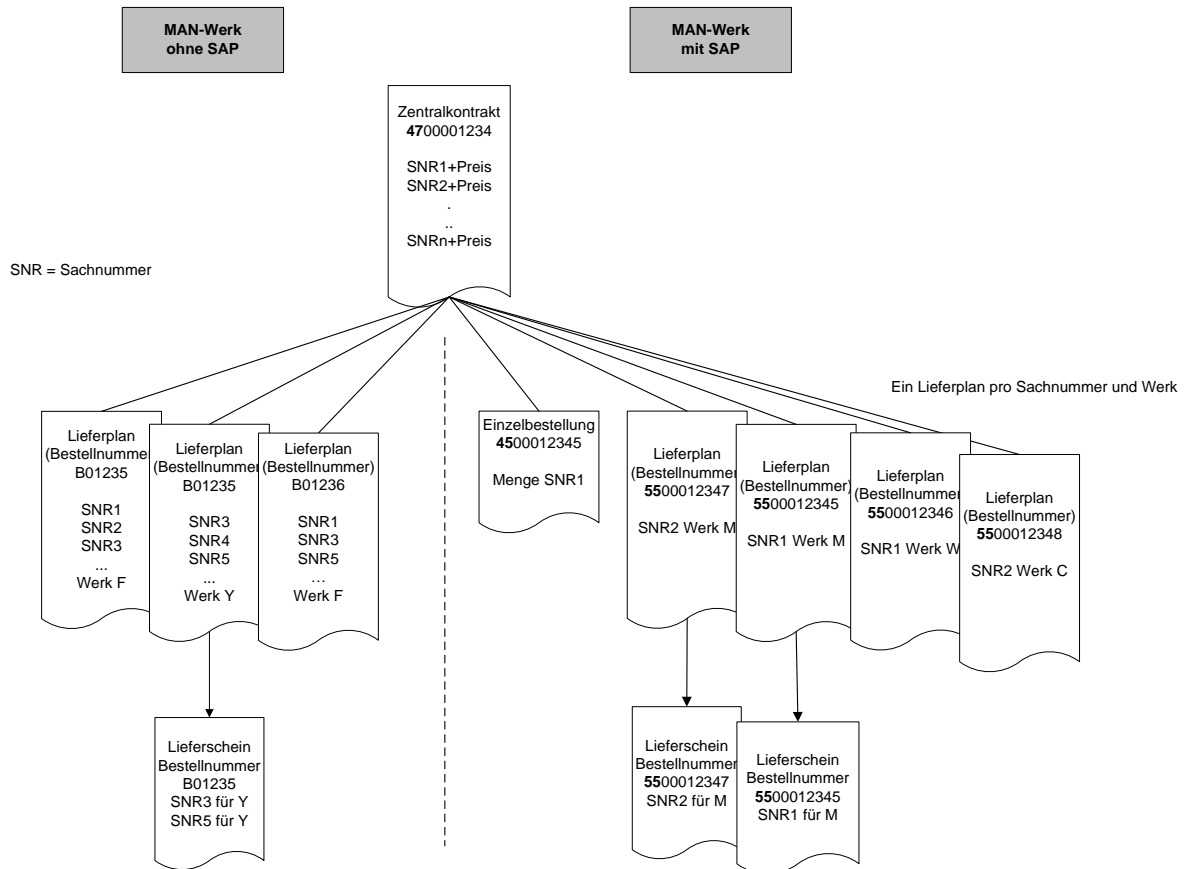

Abbildung 7 Unterschied Rahmenvertrag SAP-Werk – nicht SAP-Werk
In den SAP-Werken (siehe Abbildung 5) München (M), PDC Deutschland Süd (EM), Nürnberg (N), Salzgitter (W), Salzgitter Ersatz (ES), Krakau (C), Wittlich TMC (I), München TMC (Q), Plauen (S) und MAN Truck & Bus SE Geschäftseinheit L KUL (K) arbeitet MAN mit eindimensionalen Lieferplänen. Die Lieferpläne werden werksabhängig mit Bezug zu einem Zentralkontrakt generiert. Jeder Lieferplan enthält genau eine Position mit Positionsnummer 10. Die Lieferplannummer besitzt 10 Stellen und beginnt mit 55* (Bsp.5500123456) - siehe Abbildung 7.